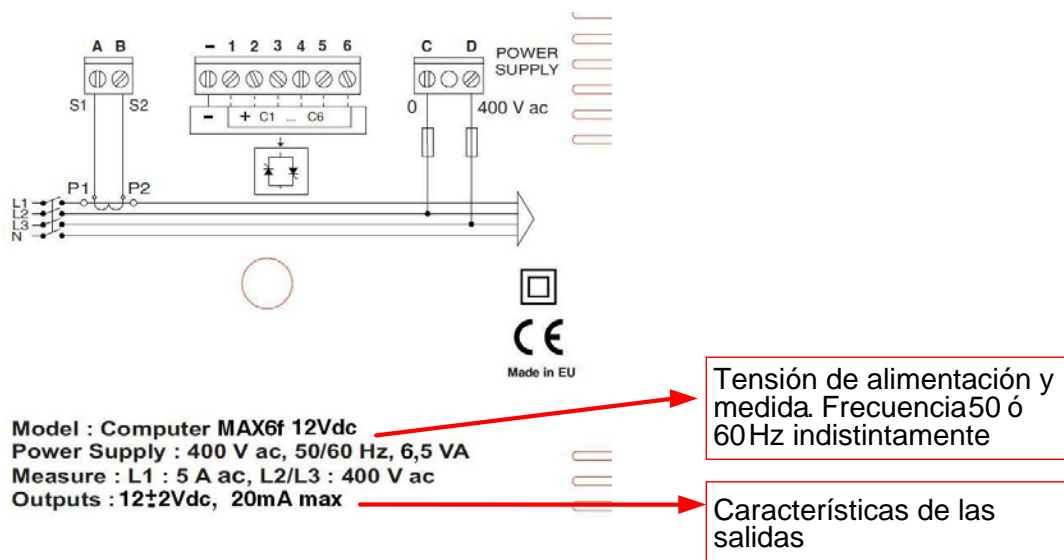

Fig. 1.1.- Etiqueta posterior del aparato
- El tipo suministrado concuerda con el tipo solicitado. (Ver etiqueta posterior, fig. 1.1)